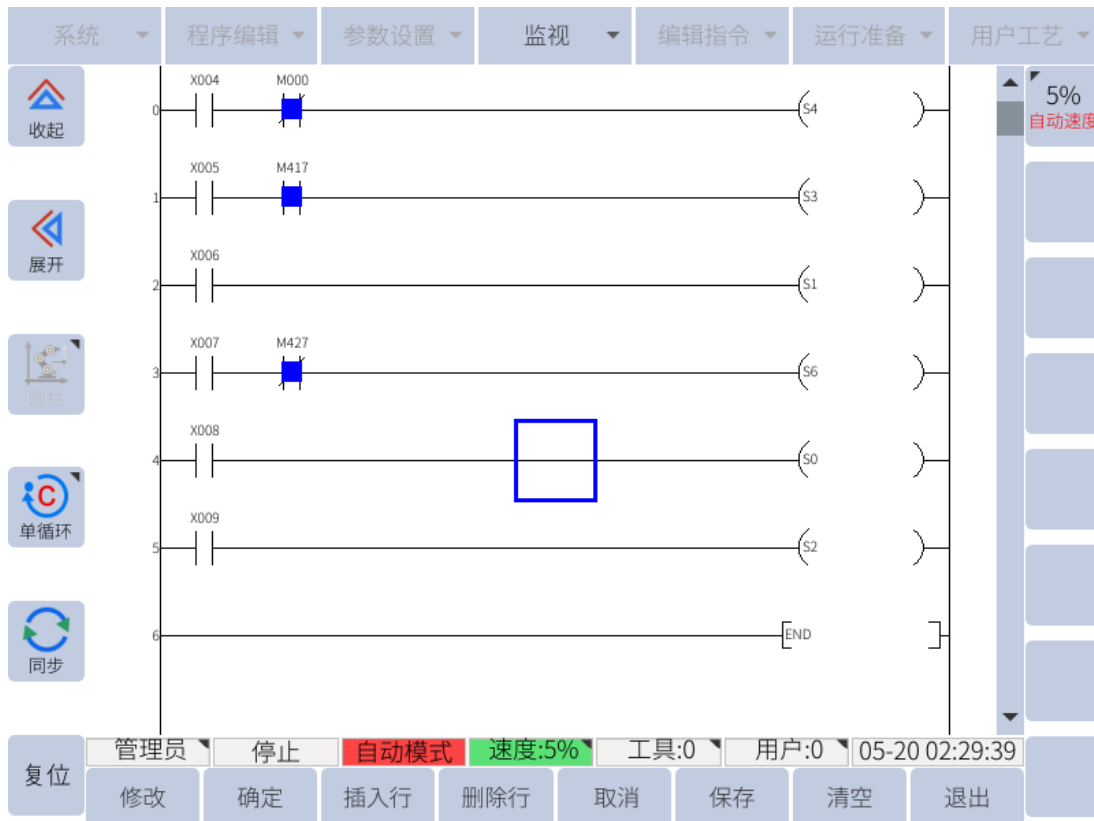

图 10-3：如何设置 PLC 使机器人跳转至主程序的示例
如图 10-3 所示是一个 PLC 程序示例，用户可以创建该程序以运行主程序。
4. 选择“用户工艺 -> 用户 PLC”，编辑如下 PLC 样例程序，如图 10-3 所示：